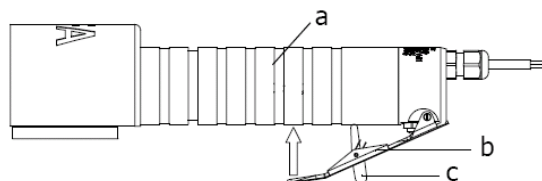

Abb. 2 Schalterbetätigung
- Zum Einschalten den Schalter mit Zeige- und Mittelfinger betätigen, dabei die Schaltersicherung (c) wegklappen (siehe Abb. 2 Schalterbetätigung)